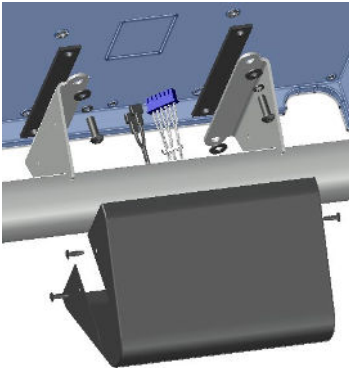

Figure 5-3
5. Fixez la console aux supports de console avec le matériel fourni dans l'ordre indiqué dans la Figure 5-3. Assurez-vous que les patins en caoutchouc sont placés entre la surface de montage en acier et l'arrière de la console. Serrez les boulons uniformément.
6. Positionnez le couvercle noir et alignez les trous sur le côté du support avec ceux du couvercle. Fixez le couvercle avec (4) vis # 10-32.